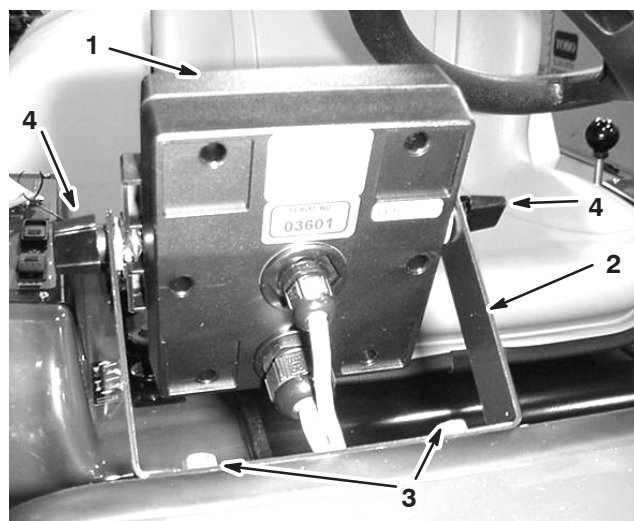

**Figura 3**
2. Coloque no suporte, sem apertar, os 2 parafusos de carroçaria, as anilhas de borracha, e os manípulos como mostram as ilustrações da Figura 3 e 4.